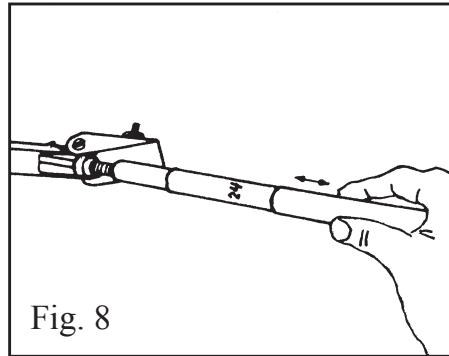

Fig. 8
Ziehen Sie den Thermometermantel (13) zurück, **ohne ihn zu drehen und ohne ihn ganz vom Thermometer frei zu ziehen**. Siehe Abb. 8.